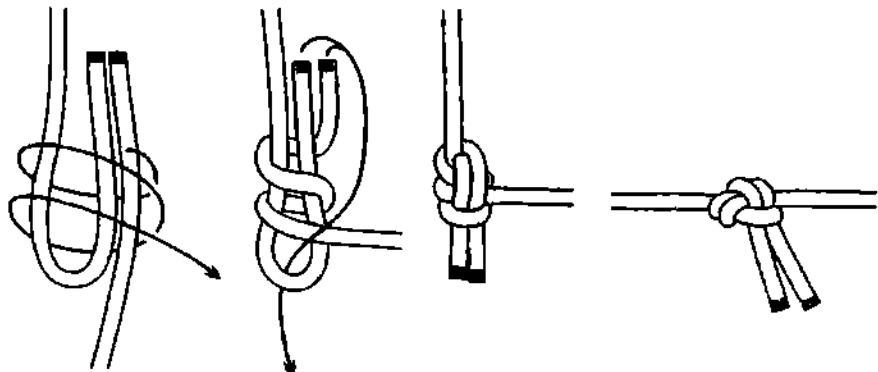

Рис. 917. Треугольный узел.
**Треугольный узел** – это **строповой узел** со шлагом, у которого коренной и ходовой концы поменяны местами (рис. 917). Не смотря на это, узел очень крепкий и надёжный. Он быстро вяжется, не ослабляет трос и легко развязывается после использования.